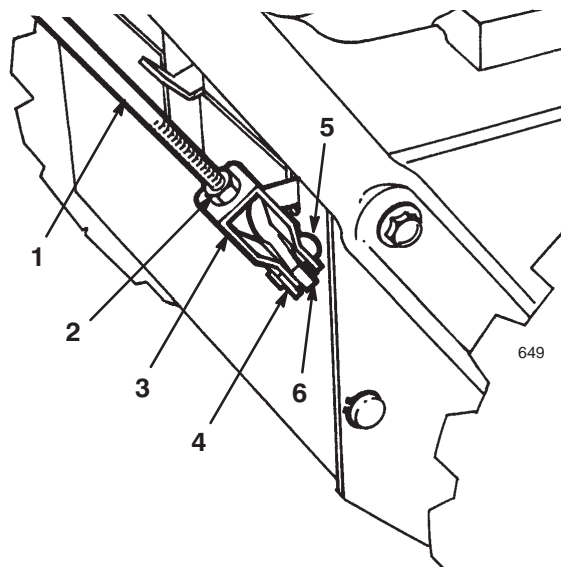

Figure 7
1. Desserrez l'écrou de blocage au-dessus de la chape sur la tige de commande supérieure (Fig. 7).
2. Alignez les trous de la chape et de la tige de commande inférieure, et insérez l'axe de chape (Fig. 7).
- C. Faites monter ou descendre la chape sur le filetage selon que vous souhaitez accroître ou réduire l'écart entre le haut de la poignée et le bas de la manette de commande de tarière/roue hélice (Fig. 7).
6. Quand le réglage est correct, replacez l'axe de chape et attachez-le à l'aide de la goupille fendue (Fig. 7).
7. Serrez l'écrou de blocage pour fixer la chape (Fig. 7).